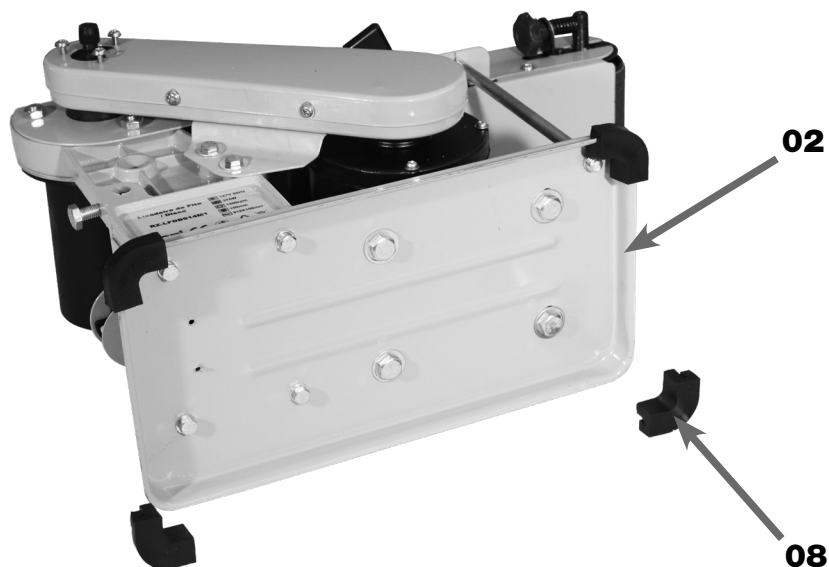

Figura 13 - Montagem dos Pés de Borracha
1. DESCONECTAR o Plugue de Alimentação (25) da Rede Elétrica do usuário;
2. POSICIONAR a máquina de lado sobre uma bancada para fixar os 4 Pés de Borracha (08);
3. ENCAIXAR os Pés de Borracha (08) nos 4 cantos da Base (02) (figura 13);
4. POSICIONAR a Lixadeira de Fita e Disco (01) na sua posição de trabalho, apoiada sobre a bancada pelos 4 Pés de Borracha (08).